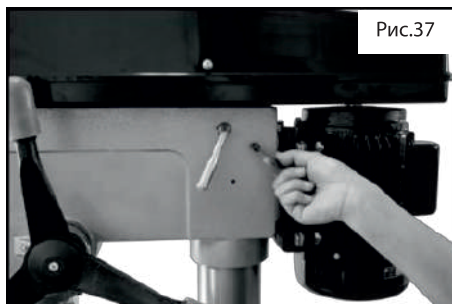

Рис.37
1. Освободите фиксирующие ручки натяжения ремня, расположенные по обеим сторонам главного корпуса (рис.37).